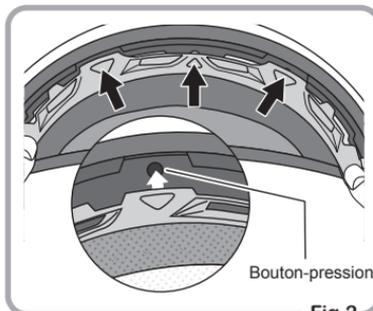

Fig.2
- ② Insérez les 3 boutons-pression sur le front comme montré sur la Fig.2.